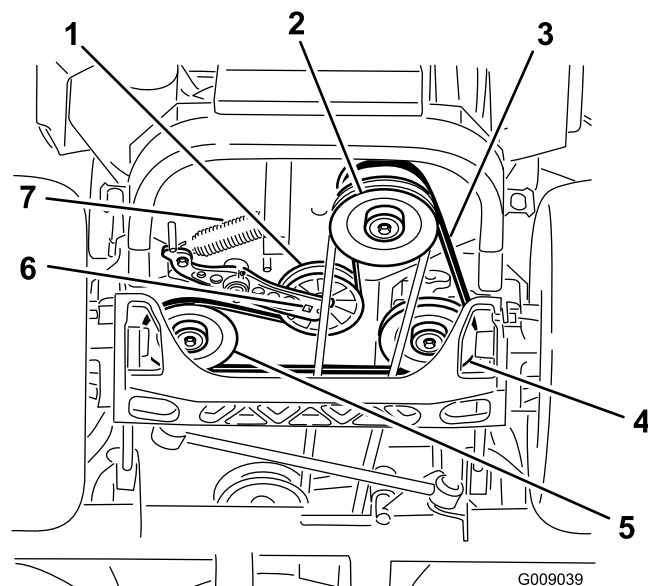

Figure 84
4. Soulevez la machine sur des chandelles (Figure 84).
5. Insérez un rochet dans le trou carré du bras de la poulie de tension pour déposer le ressort de la poulie de tension (Figure 84).
6. Décrochez le ressort de la poulie de tension du châssis (Figure 84).
9. Insérez un rochet dans le trou carré du bras de la poulie de tension pour installer le ressort de la poulie de tension sur le châssis (Figure 84).